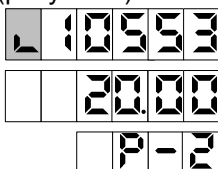

Рисунок 4
7.6 Предусмотрен просмотр на табло значений суммарного счетчика рукава в строке указателя стоимости с мигающим символом "L" в старшем разряде. В строке цены за литр отображается порядковый номер рукава и символы "P -" (рисунок 4).